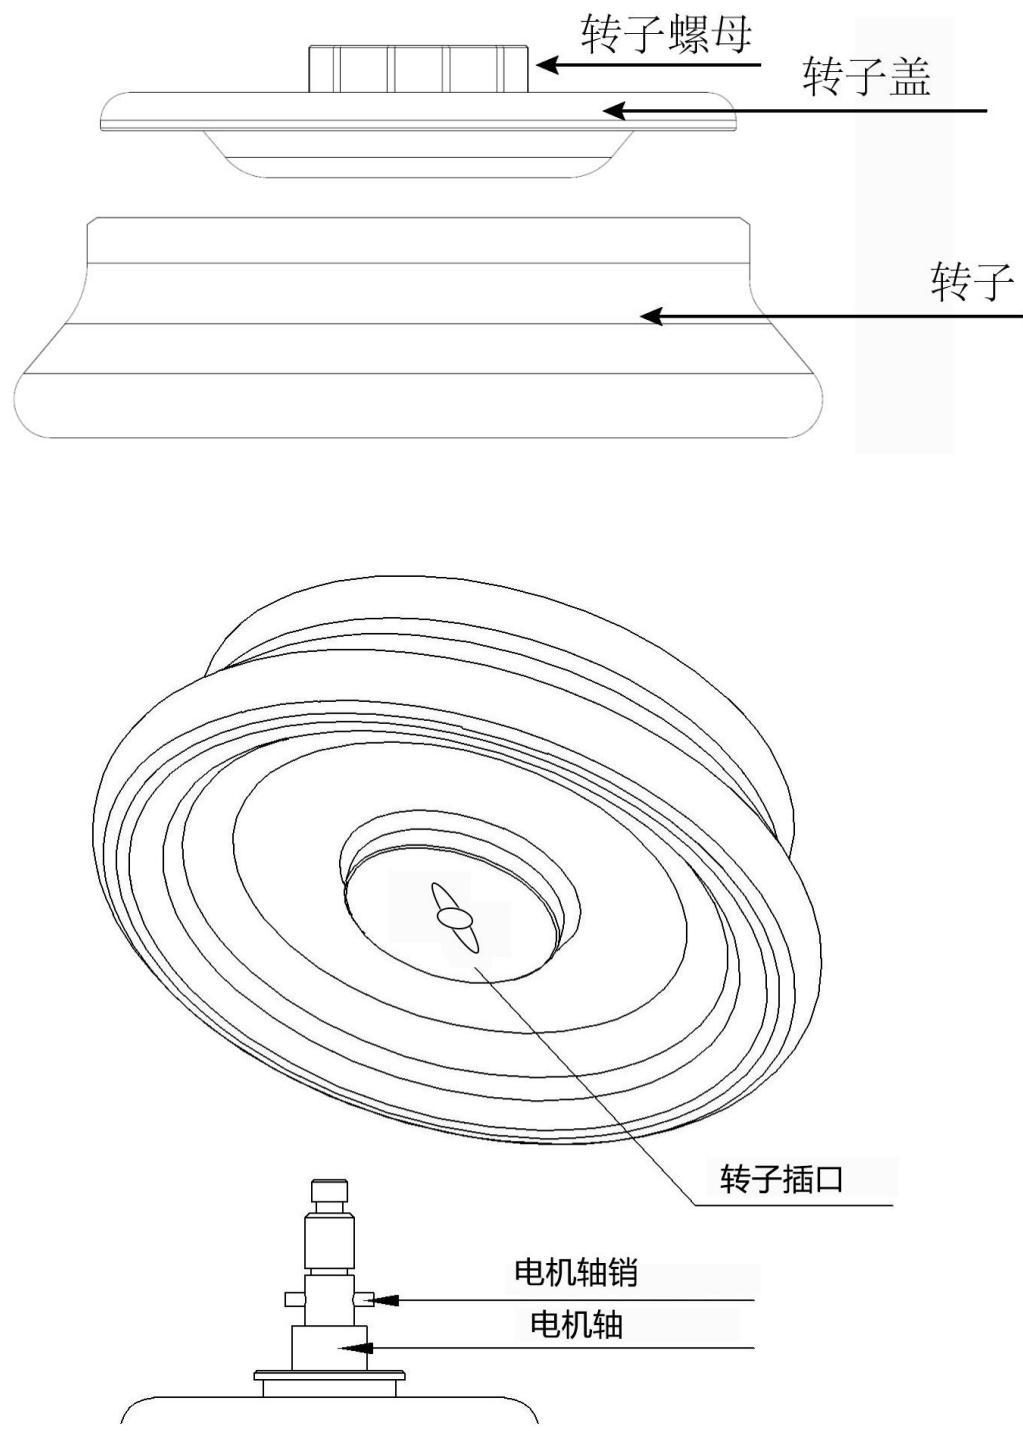
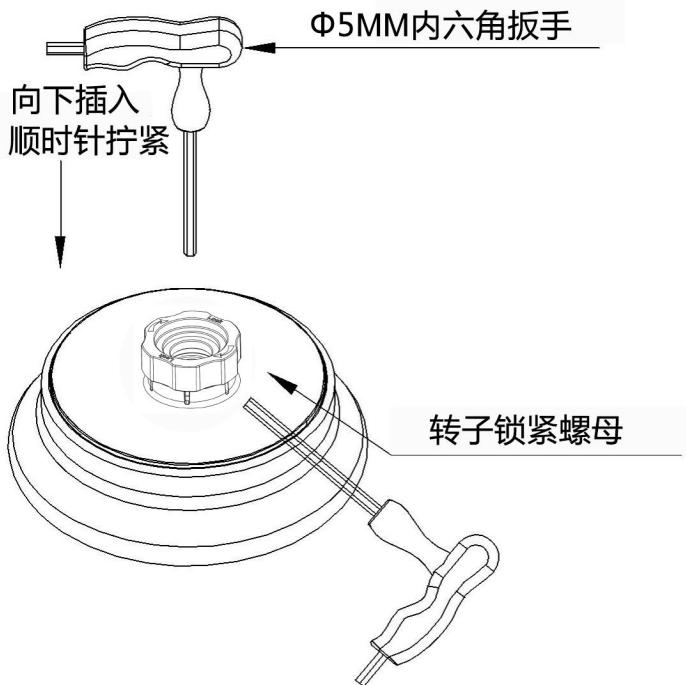

图 5：安装角转子示意图 A
图 6：安装角转子示意图 B
安装转子的步骤如下（示意如图 5、图 6）
- 如图 5 所示位置，准备好您想使用的转子。双手握住转子，将转子的中心孔对准电机主轴，垂直放下，放到轴的底部，放开双手，再用手向下按下转子。